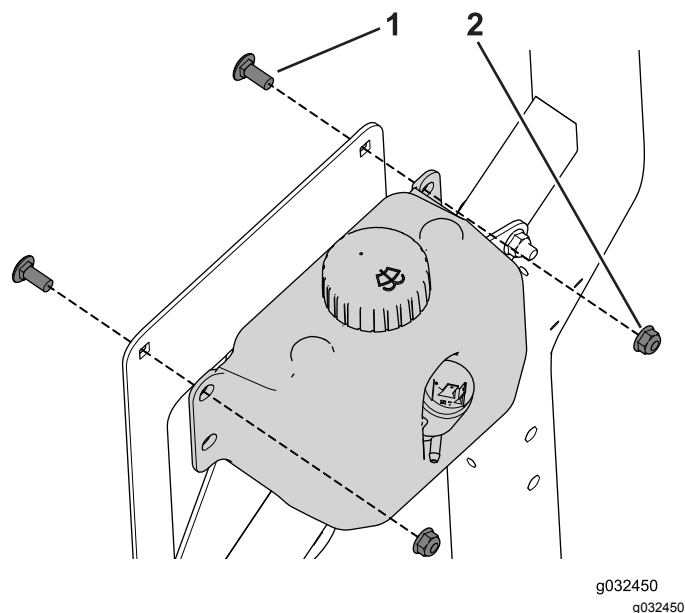

Figure 34
3. Fixez le réservoir de lave-glace au support à l'aide des 2 boulons de carrosserie (5/16" x 3/4") et écrous à embase (Figure 34).